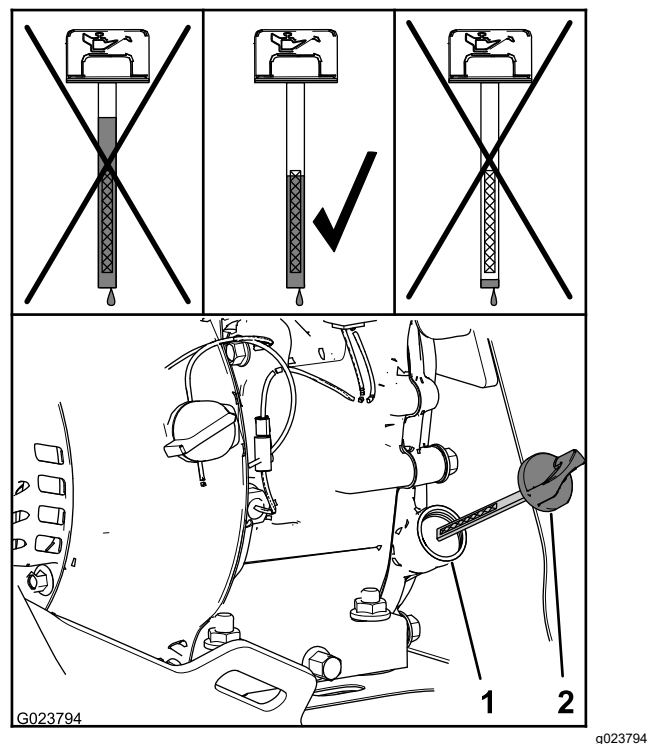

Figura 28
2. Retire la varilla y observe el nivel de aceite (Figura 28).
Nota: El nivel de aceite debe llegar a la parte superior del indicador de la varilla (Figura 28).
- A. Vierta el aceite especificado por el tubo de llenado (Figura 28).